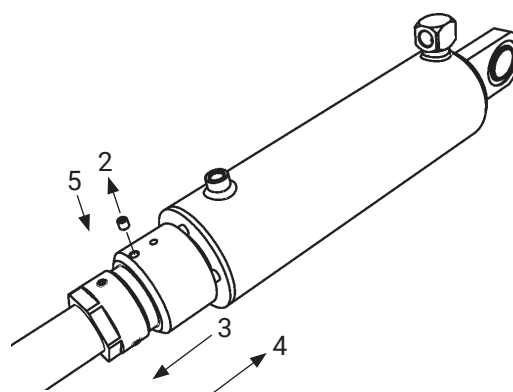

Imagen 45. Tope y su tornillo de bloqueo
2. Aflojar el tornillo de bloqueo del tope (2). Enroscar el tope totalmente hacia atrás hacia la plataforma (3). Imagen 45.
4. Ajustar el tope por completo hacia la culata del cilindro (4). Imagen 45.